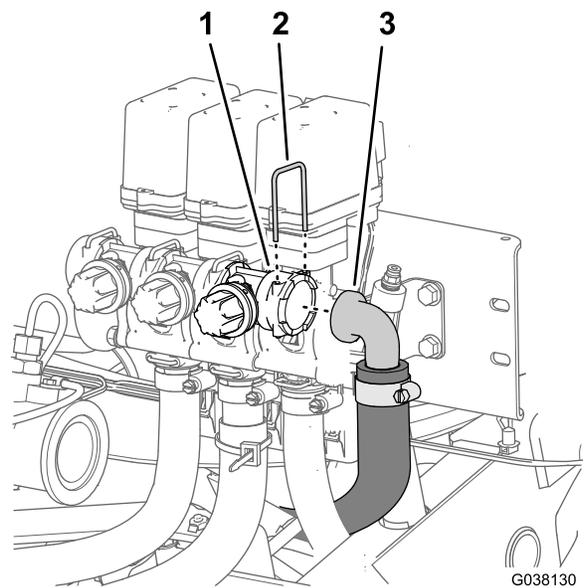

図 17
- バイパスホースのパープ付き90°フィッティングを右ブームバルブのバイパスバルブのソケットに固定しているリテーナを外す 図 17。
- バイパスバルブからバイパスホースを外す 図 17。